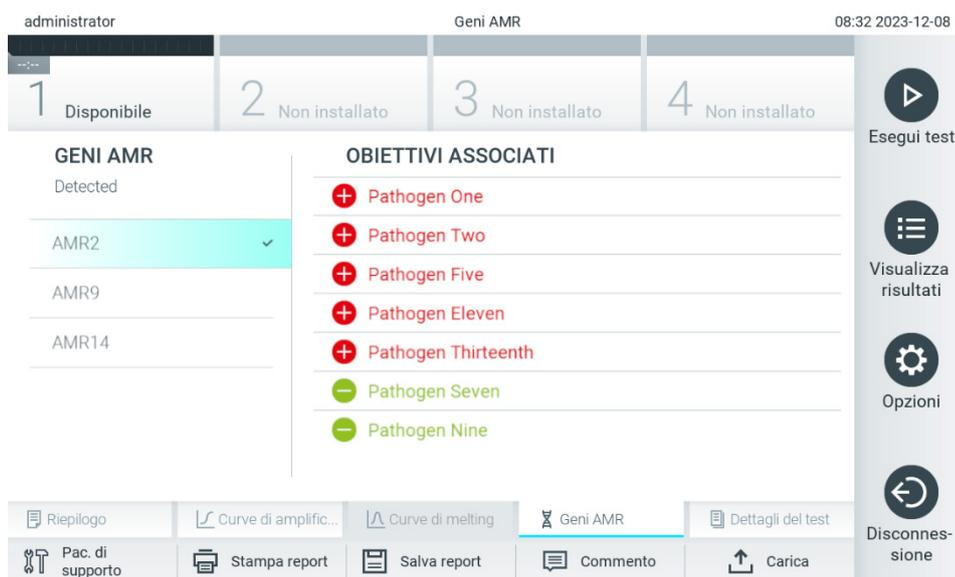

Figura 36. Schermata AMR Genes (Geni AMR).
Sul lato sinistro è presente un elenco di tutti i geni AMR rilevati. Quando si seleziona uno dei geni AMR rilevati, al centro viene visualizzato un elenco di tutti i patogeni associati. Gli agenti patogeni rilevati e identificati nel campione sono preceduti da un segno + e sono di colore rosso. Gli agenti patogeni oggetto del test, ma non rilevati, sono preceduti da un segno - e sono di colore verde (Figura 36).
**Nota:** i dati mostrati nella Figura 36 sono fittizi e non mostrano agenti patogeni reali.